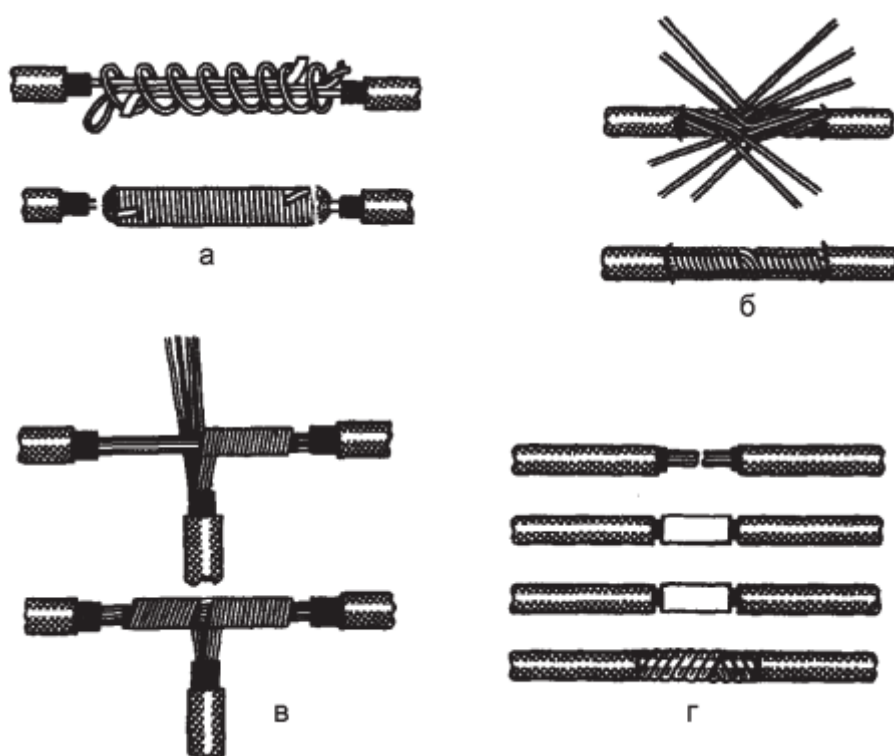

Рис. 14. Соединение и ответвление проводов: а – соединение однопроволочных
Соединение, ответвление медных проводов сечением до  $10 \text{ мм}^2$  рекомендуется выполнять скруткой с последующей пропайкой, причем медные однопроволочные провода площадью сечения до  $6 \text{ мм}^2$ , а также многопроволочные с небольшими площадями сечений паяют по скрутке (рис. 13). Жилы с площадью сечения  $6\text{--}10 \text{ мм}^2$  соединяют бандажной пайкой (рис. 14 а), а многопроволочные провода – скруткой с предварительной расплеткой проволок (рис. 14 б). Длина мест соединений скруткой или бандажной пайкой должна составлять не менее 10–15 наружных диаметров соединяемых жил. Паяют свинцовооловянным припоем с использованием флюса на основе канифоли. Применять при пайке медных проводов кислоту и нашатырь не разрешается, так как эти вещества постепенно разрушают места пайки.
**Соединение опрессовыванием.** Широко используют метод соединения медных проводов опрессовыванием (рис. 14 г). Концы проводов зачищают на 25–30 мм, затем обертывают медной фольгой и опрессовывают специальными клещами типа ПК.